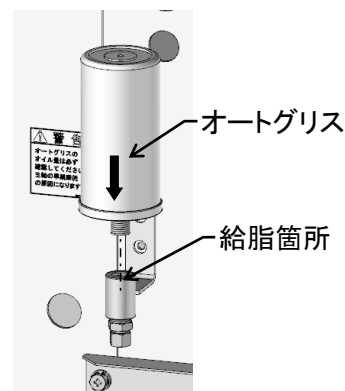

図 11-11
③ 3mm の六角レンチを使用して、上部のガスジェネレータ設定数値を[6]のところに、↑印を合わせます。⇒スイッチが ON になります。容器に入れてしばらく置き、オイルの吐出を確認すること。(図 11-11)
④ 油性ペンなどで、本器の側面ラベルに使用開始日を記入すること。
⑤ 本機の給脂箇所到手でねじ込み取り付けます。(図 11-11)
⑥ 約6ヶ月間使用可能ですが、6ヶ月間の使用を保証するものではありません。必ず毎週残量を確認すること。